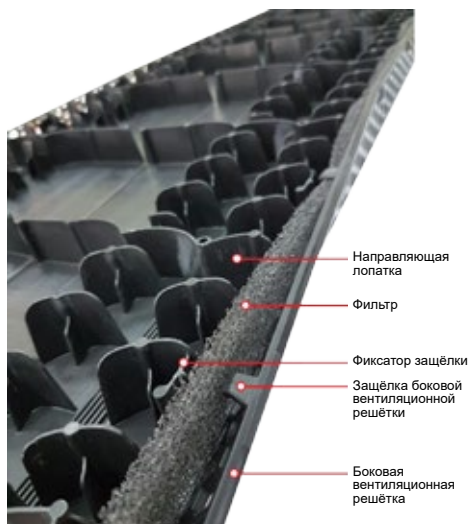

Рис.3 Установка фильтра в аэратор.
1.3 Боковые вентиляционные решётки аэратора зафиксированы специальными защёлками (8 шт для одного края). При необходимости они могут быть открыты для установки специального фильтра, который не входит в базовую комплектацию (рисунок 3). Чтобы установить фильтр в аэратор, отщёлкните боковую вентиляционную решётку, вставьте фильтр как показано на рисунке 3 и защёлкните боковую решётку.